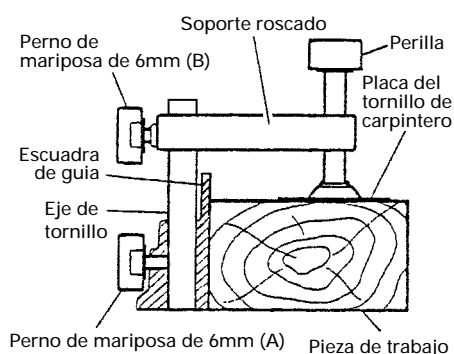

Fig. 25
- (1) El conjunto de tornillo de carpintero puede montarse en la escuadra de guía izquierda (escuadra de guía (B)) o bien en la escuadra de guía derecha (escuadra de guía (A)) aflojando el perno de orejas de 6mm (A).
- (2) El portatornillo puede elevarse o bajarse de acuerdo con la altura de la pieza de trabajo aflojando el perno de orejas de 6mm (B). Después del ajuste, apriete firmemente el perno de orejas de 6mm (B) y fije el portatornillo.
- (3) Gire la perilla superior y fije firmemente la pieza de trabajo en su lugar (Fig. 25).